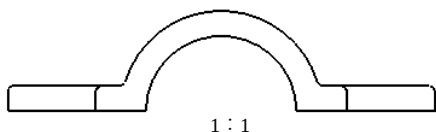

图 3.12.4 主视图
(5) 选取 **类别** 区域中的 **比例** 选项，选中 ☒ **自定义比例** 单选项，其后的文本框中输入比例值 1.0，单击 **应用** 按钮。
(6) 选取 **类别** 区域中的 **视图显示** 选项，在 **显示样式** 下拉列表中选择 ☒ **消隐** 选项，在 **相切边显示样式** 下拉列表中选择 ☒ **无** 选项，其他参数采用系统默认设置值，单击 **确定** 按钮，主视图如图 3.12.4 所示。